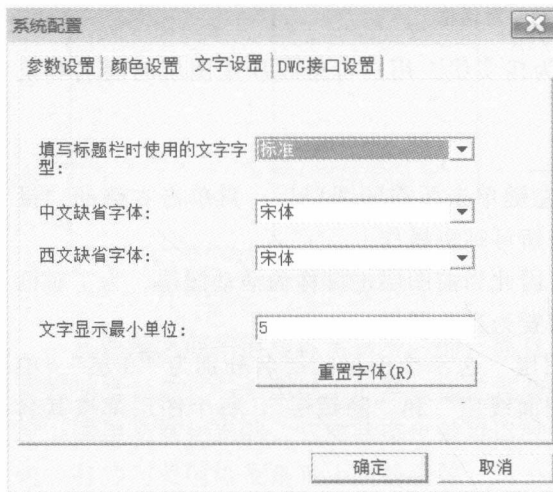

图 1-14 “文字设置”选项卡
③ 单击“文字设置”选项卡，在对话框中显示出标题栏文字的字型、中文默认字体、西文默认字体和文字显示最小单位，如图 1-14 所示。用户可以在对话框中修改各种字体的设置。